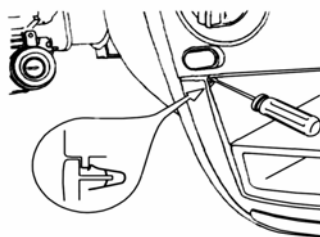

Рис. 3
- 6) Получите доступ к шурупам, которые находятся за декоративной накладкой. Для этого надо убрать фиксацию с двух сторон накладки, тонкой отвёрткой прижимая верхнюю часть металлической скобы вытягивать на себя корпус (рис.3).